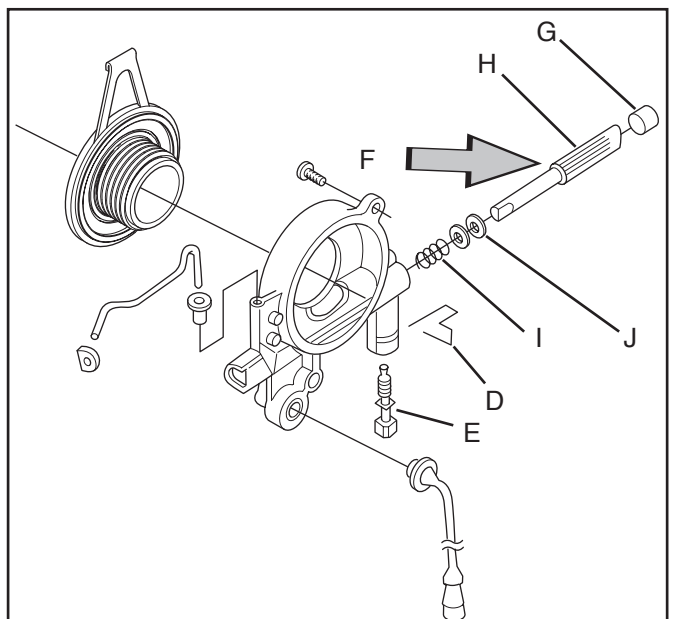

Fig. 4
1. Mettre les masselottes d'embrayage sur le moyeu et monter les ressorts à l'aide d'une pince. Voir fig 4.
7. Retirer les attaches (D) et dévisser la vis de réglage (E). Voir fig. 4.
8. A l'aide d'une pince enfoncer le piston de la pompe au point F pour que le bouchon (G) et le piston de pompe (H) puissent être retirés. Voir fig. 4.
9. A l'aide d'une pince retirer le ressort (I) et les deux rondelles (J). Voir fig. 4.
2. Monter le ressort (I), les 2 rondelles (J) et le piston (H) dans le corps de pompe. Graisser tous les éléments avec de l'huile pour chaîne. Voir fig. 4.
3. A l'aide d'un tournevis enfoncez le piston et vissez la vis de réglage (E) jusqu'au fond. Voir fig. 4.
4. Monter le bouchon (G). Voir fig. 4.
5. Monter les attaches (D). Voir fig. 4.
En mode démarrage à froid (fig. 4), le papillon de starter (D) est complètement fermé. Ainsi, le vide augmente dans le carburateur, ce qui facilite l'aspiration du carburant à partir des gicleurs (E, F et G). Le papillon d'accélération (H) est partiellement ouvert.